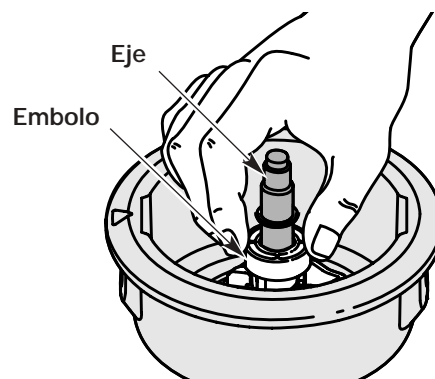

Figure 25
5. Limpie el eje y la superficie interior de la bobina exterior. Para limpiar el eje debajo del émbolo, empuje el émbolo hacia abajo (Fig. 25). Saque toda la suciedad o residuos del eje.